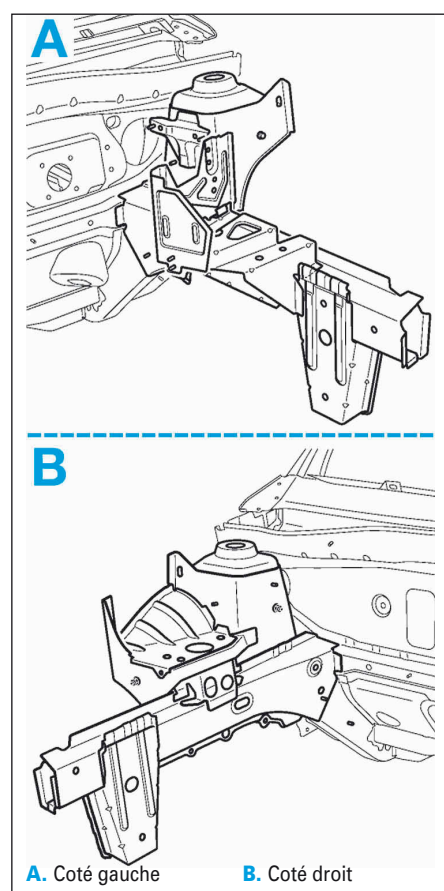

FIG.4
- Respecter les lignes de coupe (Fig.4).